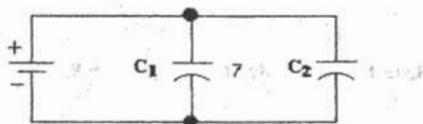

Figura 2.10
i) Arme el circuito de la figura 2.10.